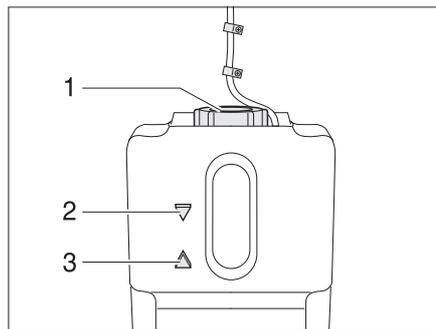

Bild 270 Ausgleichsbehälter Warmwasser-Heizung
- Prüfen, ob am Ausgleichsbehälter (Bild 270) die Flüssigkeit zwischen der Markierung "MIN" (Bild 270,3) und "MAX" (Bild 270,2) steht.
- Am Ausgleichsbehälter den Drehverschluss (Bild 270,1) aufdrehen.